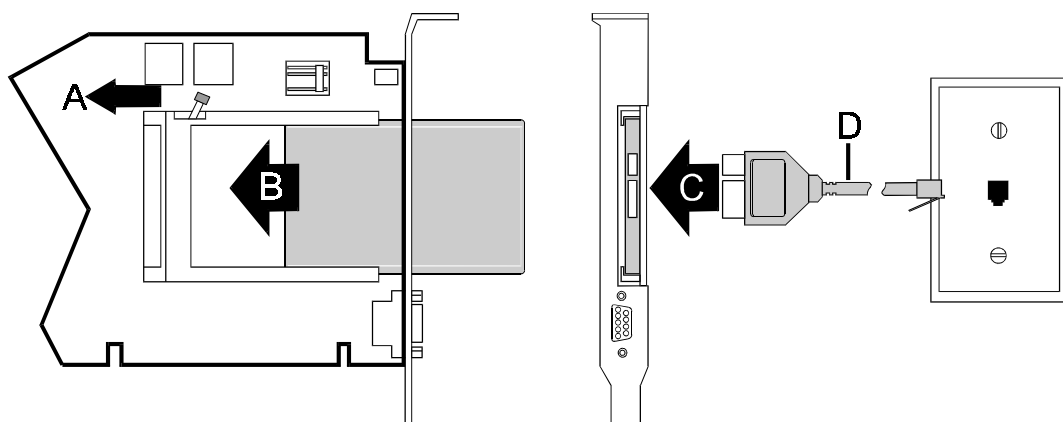

図 1-2. PCMCIAモデムの実装例
①方向に持ち上げながら、②方向に押す
13. PCMCIAモデムに添付された電話ケーブルのモデムコネクタをPCMCIAモデムのコネクタ（図 1-2 C, 1-4頁）に差し込んでください。電話ケーブルのもう一方の端を電話回線に接続してください。